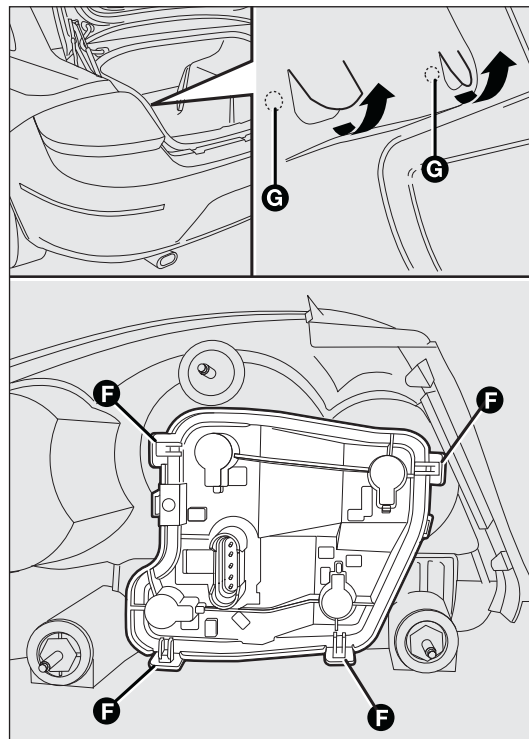

рис. 148
- откройте заднюю дверь и отвинтите два крепежных винта G – рис. 148;
- вновь соедините электрический разъем, установите узел на кузов автомобиля и завинтите крепежные винты G – рис. 148.